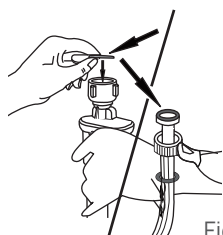

Fig. 12
2. Desenrosque la manguera de entrada de agua de la parte trasera del aparato y del grifo (fig. 12).